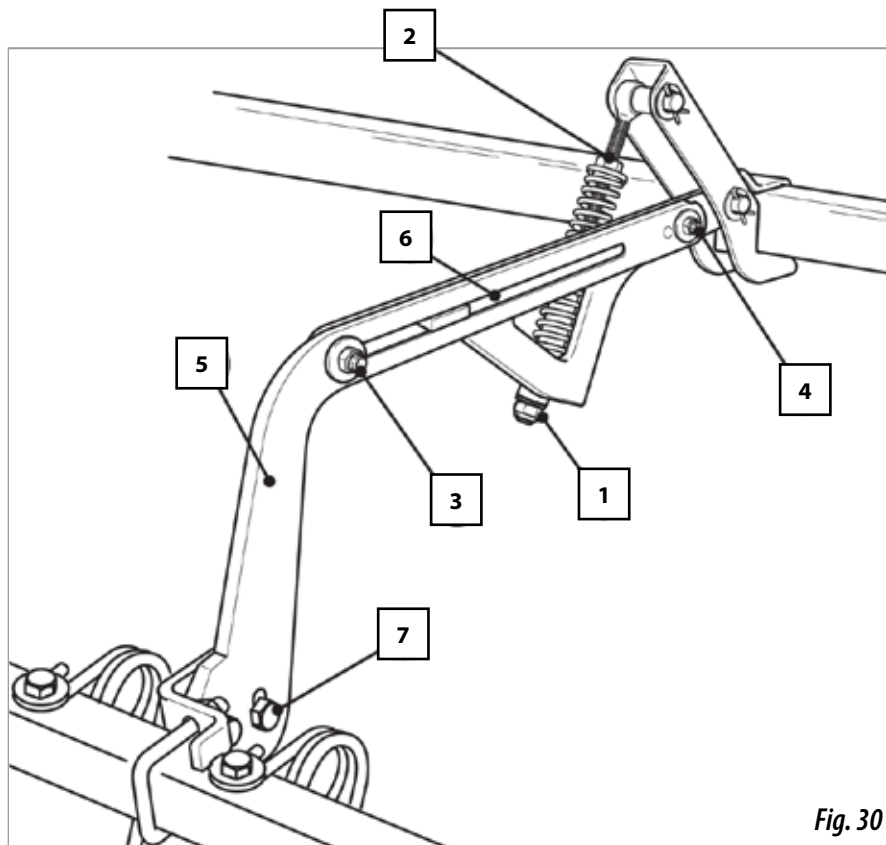

Fig. 30
1. En hauteur, par l'écrou inférieur (1, fig. 30)
2. En pression, par l'écrou supérieur du tendeur (2, fig. 30)
3. Inclinaison des dents, par la coulisse (7, fig. 30) qui fixe la barre porte dents.
- Desserrer l'écrou (3, fig. 30)
- Retirer le vis et l'écrou (4, fig.30)
- Tirer de la guide (5, fig. 30) vers arrière et placer le vis et l'écrou dans le trou (6, fig. 30) placé au centre de la guide.